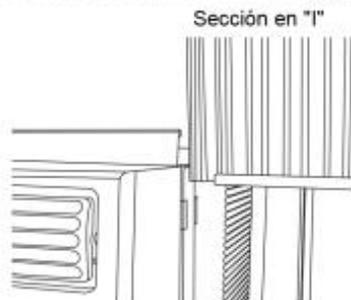

Fig. 2
- B. Deslice la sección en "I" del lado libre del panel directamente entre el gabinete según se muestra en la Fig. 2. Deslice el panel hacia abajo. Asegúrese de dejar suficiente espacio para deslizar la parte superior e inferior del marco entre los rieles del gabinete.